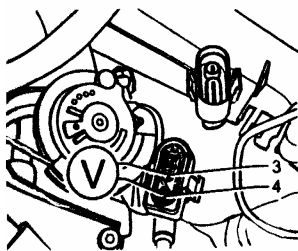

图 3-17 测量 λ 传感器的基本电压
(4) 用 V.A.G1594 将万用表连接端子 3 和 4, 打开点火开关, 测量 λ 传感器的基本电压。如图 3-17 所示。其值应为 0.40~0.50V。如果正常, 则更换 λ 传感器; 否则检查 λ 传感器的触点 1 到燃油泵继电器 (J17) 的导线是否正常并排除故障。